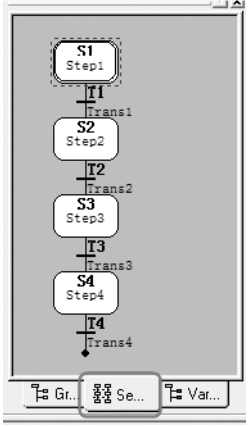

图 7-20 概览窗口的 Sequencer 视图
2) 概览窗口的 Sequencer 视图。对于每个 S7 – GRAPH 的 FB 程序，可以包括多个 Sequencer（顺控器），如果希望对多个顺控器概览查看，可以选择概览窗口的 Sequencer 视图，如图 7-20 所示。